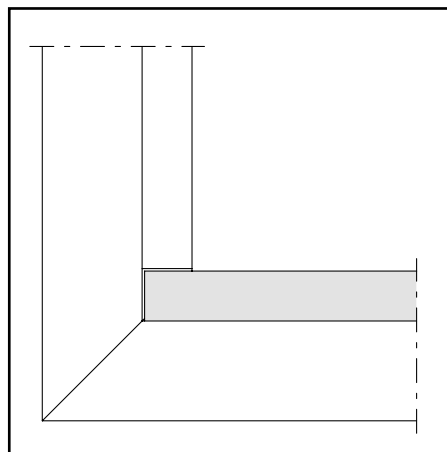
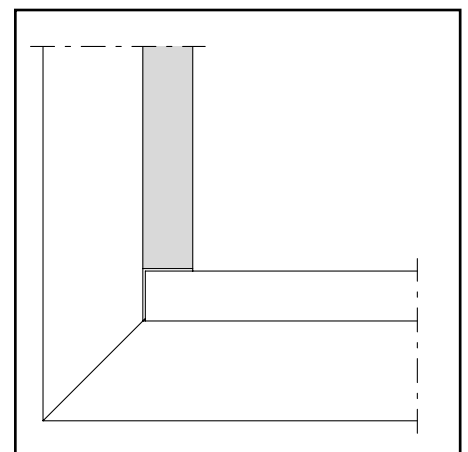

Abb. 5 / Fig. 5 / Fig. 5
Abb. 6 / Fig. 6 / Fig. 6
(Abb. 5/6)**
Damit die Glasleisten im Brandfall dilatieren können, müssen sie auf Untermass zugeschnitten werden. Die horizontalen Glasleisten (Abb. 5) werden durchgeführt, die vertikalen Glasleisten (Abb. 6) dazwischengesetzt.
(Fig. 5/6)**
Afin de permettre la dilatation des parcloses en cas d'incendie, il faut les couper à une dimension inférieure à la coté prescrite. Les parcloses horizontales (fig. 5) sont posées en continu, les parcloses verticales (fig. 6) sont intercalées.
**Cutting glazing beads to size (fig. 5/6)**
The glazing beads must be cut to a dimension smaller than specified to allow for expansion in the event of fire. The horizontal glazing beads (fig. 5) are laid in a continuous strip, the vertical ones are positioned between them (fig. 6).